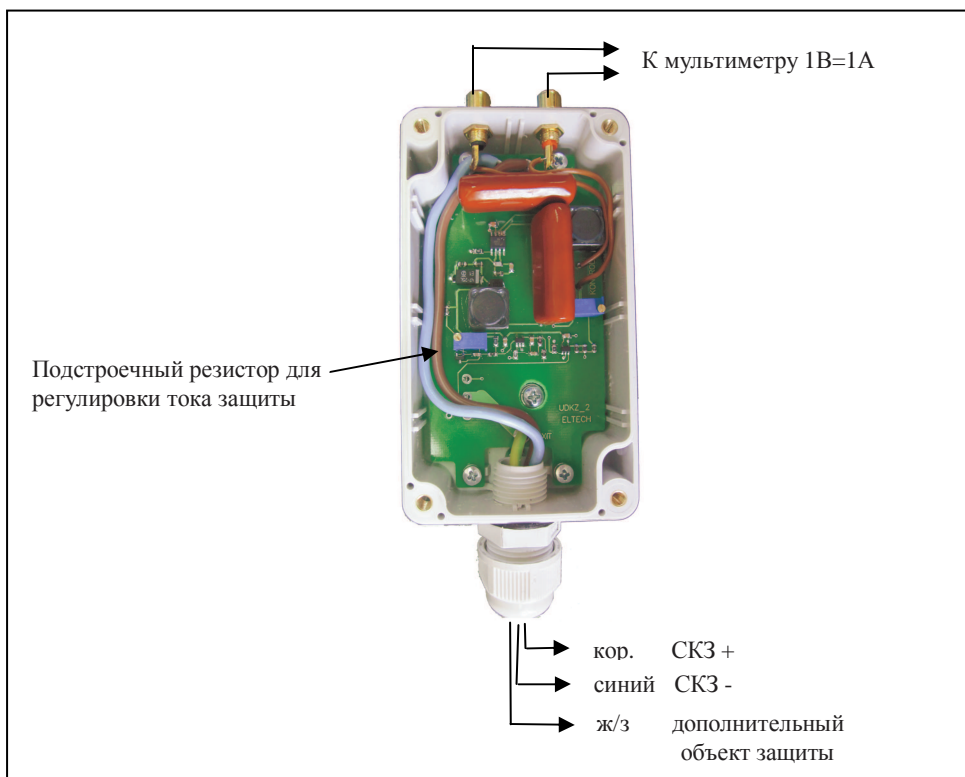

Рис. 2 Схема регулировка УДКЗ-1
- сняв крышку с УДКЗ-1, отверткой, прилагаемой в комплекте поставки, на подстроечном резисторе (см. рис.2) выставить